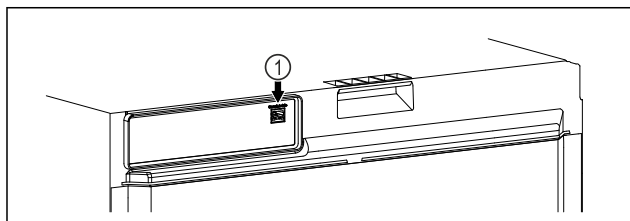

Fig. 104
- ☐ Vstavljen je SmartModule Fig. 104 (1).